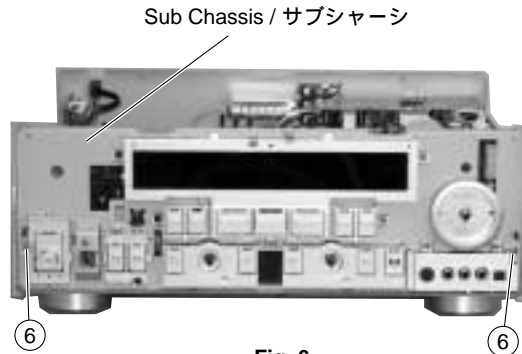

Fig. 6
- d. Remove 2 screws (⑥) and then remove the Sub Chassis. (Fig. 6)
- d. ⑥のネジ2本を外し、サブシャーシを取り外します。(Fig. 6)